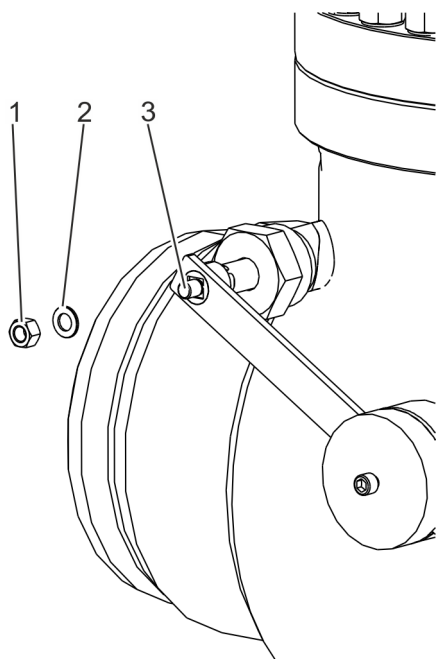

Fig. 45: Fixation du bras du levier
- 21.** Fixer le bras du levier avec rondelle (Voir la Fig. 45/2) et écrou (Voir la Fig. 45/1) sur l'arbre du clapet (Voir la Fig. 45/3).